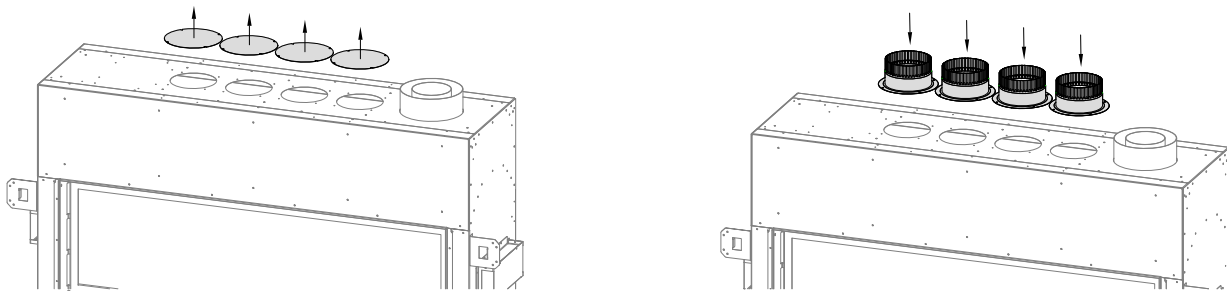

Figure 4.7 - Retrait des couvercles et installation des collets
1. Retirez les (16) vis à métal qui retiennent les (4) couvercles sur le dessus du foyer, tel que montré à la Figure 4.7. Jetez (ou recyclez) ces quatre couvercles. Conservez les vis à métal pour l'étape suivante.
2. Avec les vis retirées à l'étape 1, fixez les collets de raccordement fournis avec le kit KZK-054, tel que montré à la Figure 4.7.